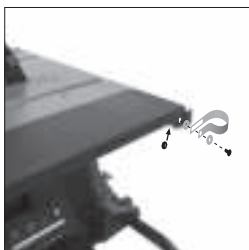

Fig. 24
- Attachez le collier de serrage du tuyau d'extraction des poussières à l'arrière de la rallonge droite, à l'aide des fixations **F**, **H** et **M** (Fig. 24).